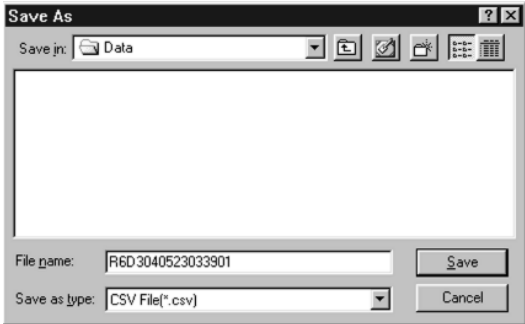

Рис. 97
2. Выбрать диск и папку, где данные будут сохранены и определить название(имя) файла. (Рис. 97)